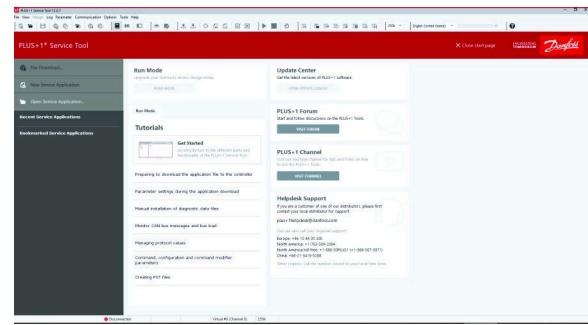

図 38
**注** Plus+1 Service Toolアプリケーションがラップトップに表示されます(図 38)。